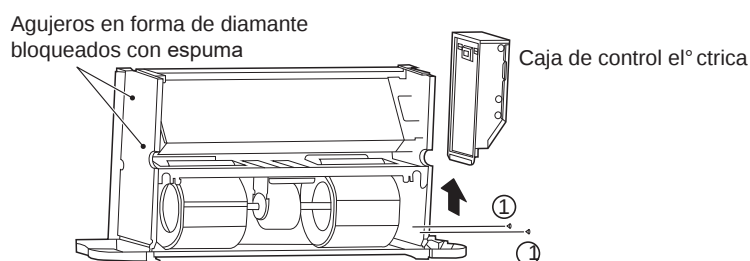

Figura 5-19 Retirar la caja de control eléctrica y bloquear los orificios en forma de diamante
Como se muestra en la Figura 5-19, quite los tornillos ① * 2 para sacar la caja eléctrica.
Como se muestra en la Figura 5-19, bloquee los orificios en forma de diamante en la placa lateral (la placa sin los tubos de entrada y salida) con una espuma.